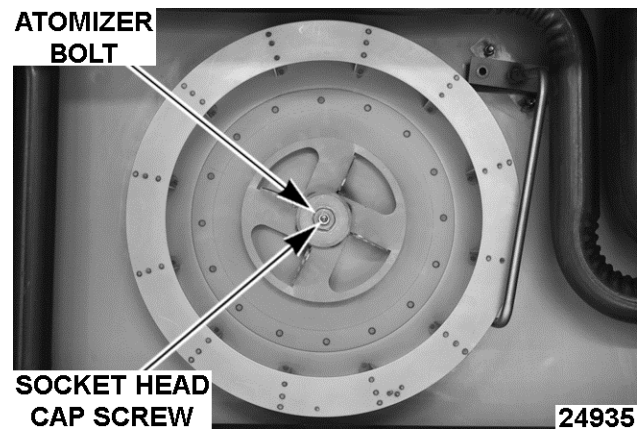

Fig. 88
9. Remove atomizer bolt (Fig. 88).